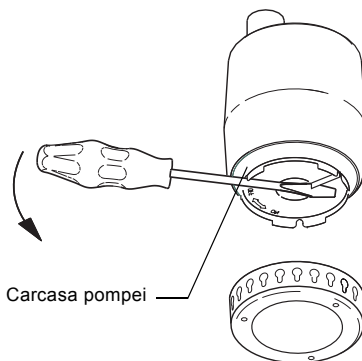

Fig. 12
2. Rotiți carcasa pompei cu 90° în sens antiorar, folosind o șurubelniță, vezi săgeata de pe carcasa pompei. Scoateți carcasa (vezi fig. 12).